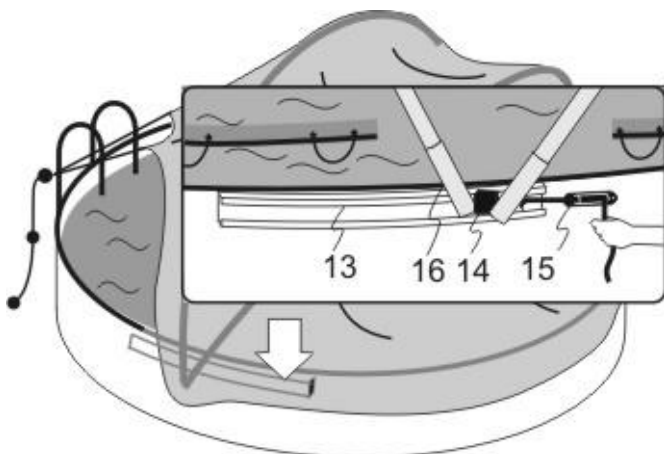

Abb. 7.3
- Das Seil am Schieber (14) an dem Spanner (15) einklemmen um ein Verrutschen des Schiebers (14) während des Aufziehens zu verhindern. (Abb.7.3)